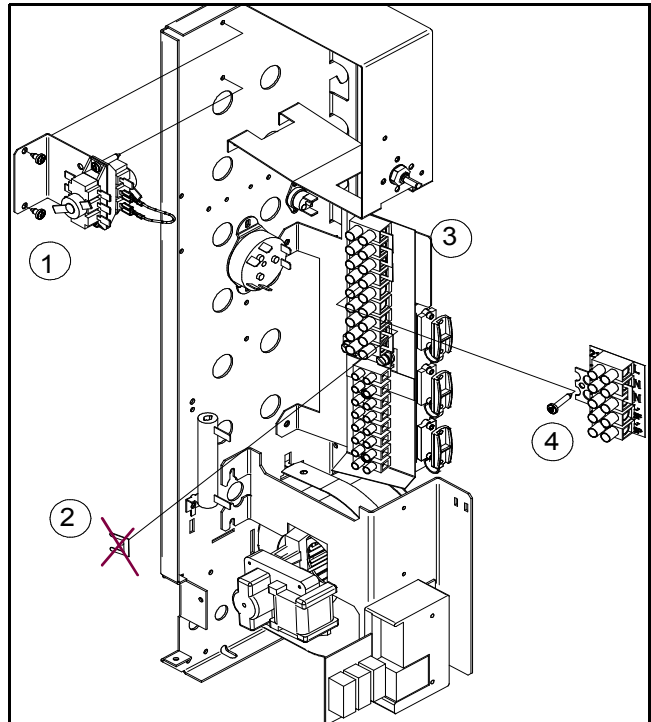

Abb. 1: Zwischenwand des Gerätetyp FSR
1. Halblech mit den 2 Steuerrelais an der Zwischenwand des Wärmespeichers befestigen, (Abb.1, Pos.1)
3. Brücke zwischen den Klemmen L1 und L-SH (Abb.1,Pos.2) an der oberen Klemmleiste des Wärmespeichers (Abb.1,Pos.3) entfernen.
5. Zusatzklemmleiste des Ergänzungssatzes auf der oberen Klemmleiste befestigen (Abb.1, Pos.3). Dazu die Befestigungsschrauben herausdrehen, Zusatzklemmleiste einsetzen und festschrauben (Abb.1, Pos.4)